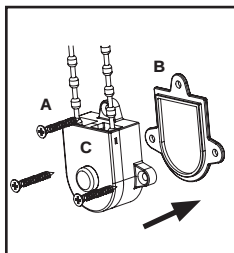

Fig. 6
Para instalar el dispositivo de tensión (A), posicione el dispositivo de tensión sobre una superficie plana (marco de la ventana, la pared, etc) para que la cadena y el dispositivo de tensión no interfieran con la subida y bajada de la persiana. La cadena debe estar tensa, pero todavía manejable (Fig. 6). **NO PERMITA QUE QUEDE FLOJA. NO TUERZA, CRUCE O INCLINE LA CADENA. LA CADENA NO FUNCIONARÁ SI NO ESTÁ CORRECTAMENTE INSTALADA.**